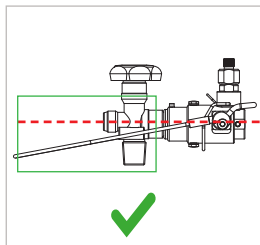
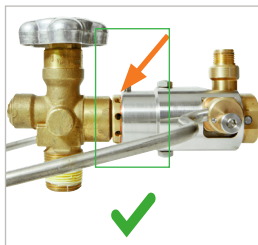
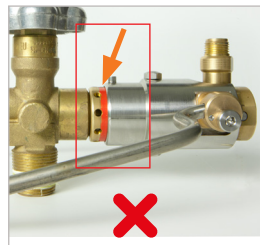

Figure 10
Figure 11
Figure 12
- ▶ Abaisser l'arceau de commande (pos. 1) vers le haut. L'arceau doit pouvoir être manipulé facilement vers le haut sans forcer. Le câble d'acier doit se trouver dans sa position finale sous le plan horizontal par rapport au connecteur (*Figure 10*). La marque rouge sur la partie avant (pos. 3) doit disparaître sous le boîtier et ne plus être visible (*Figure 11* et *Figure 12*).